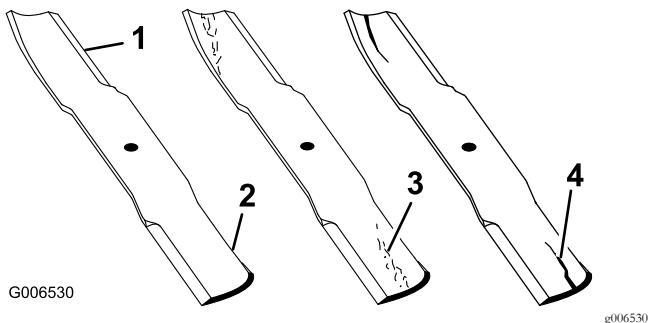

Figura 56
1. Inspeccione los filos de corte (Figura 56).
4. Si observa fisuras, desgaste o la formación de una ranura en esta zona, instale de inmediato una cuchilla nueva (Figura 56).